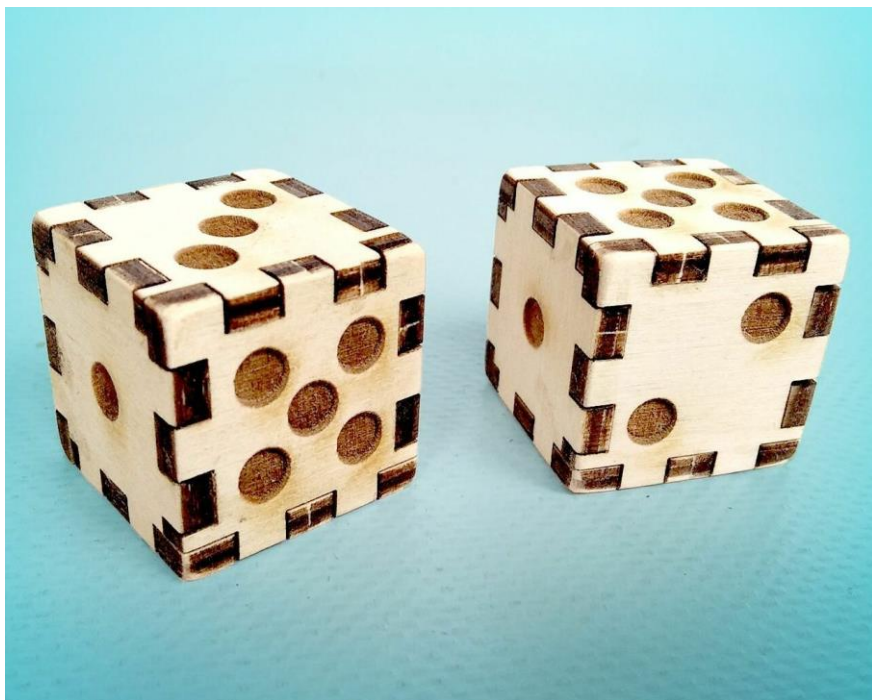

Рис. 1. Игральные кости
1. По указанным данным, сделайте Игральные кости в количестве 1 шт. (рис. 1).